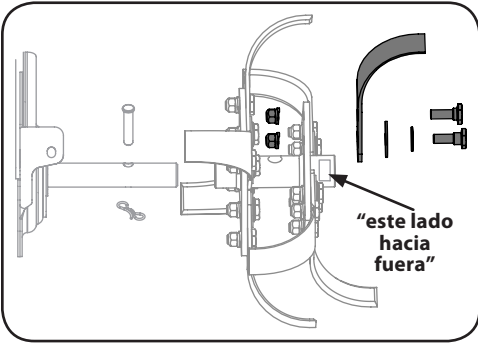

Figura 4-8
- 1. Saque las herramientas más altas: consiste en un tornillo con hombro en el lado afuera de la máquina, y una tuerca y arandela cerradura en el lado dentro de la máquina. Vea la Figura 4-8.
- 2. Saque las herramientas más bajas: Consiste de un tornillo con hombro, arandela belleville y arandela plana en el lado afuera de la máquina, y una tuerca y arandela cerradura en el lado dentro de la máquina. Vea la Figura 4-8.